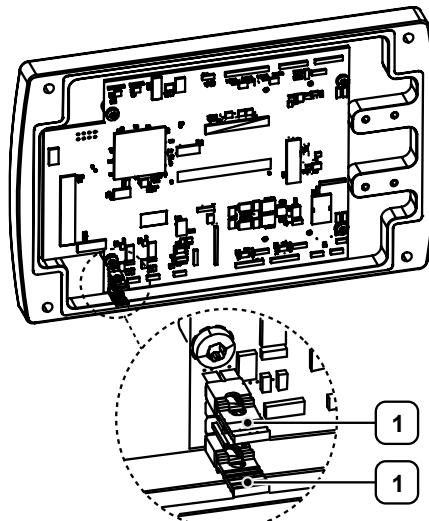

Figura 32: Ajuste de los puentes (ejemplo)
- ① La placa de circuito principal se encuentra en el interior de la tapa de la carcasa.
- ▷ Inserte los dos puentes en las posiciones correspondientes de la placa de circuito impreso principal (véase "Figura 32: Ajuste de los puentes (ejemplo)").
- ① Los contactos de relé libres de potencial están diseñados para tensiones bajas y sólo están disponibles después de haber ajustado ambos puentes.